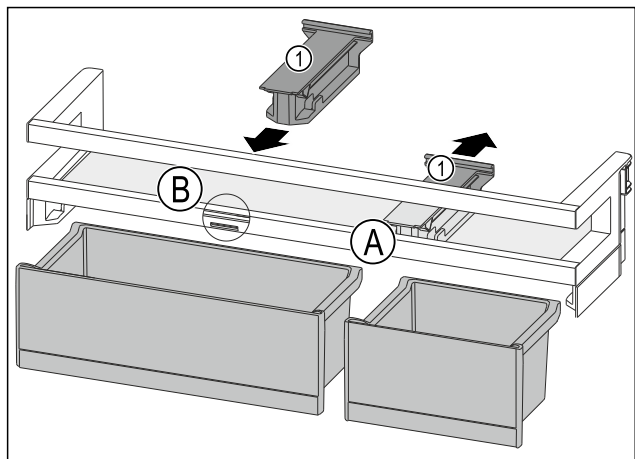

Fig. 193
- ▶ 将定位件 Fig. 193 (1) 向后拉至位置 Fig. 193 (A)。
- ▶ 将定位件 Fig. 193 (1) 插入至位置 Fig. 193 (B)。